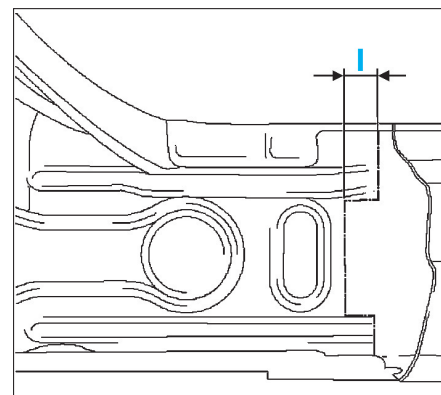

FIG. 73
- Percer sur le renfort inférieur, deux trous oblongs de 5x18 mm au niveau de la patte découpées (fig. 73).